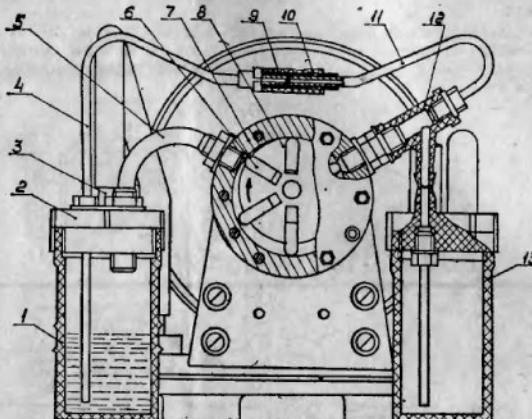

Рис. 3. Вакуум-насос.
4.1.3. Вакуум-насос (рис. 3) ротационного типа состоит из статора 7, ротора 8, в шести пазах которого находятся текстолитовые лопатки 6. Лопатки легко перемещаются в пазах и при вращении ротора прижимаются к внутренней поверхности статора.
Для смазки внутренней полости вакуум-насоса служит бачок 1 (см. рис. 3), масло из которого по трубке 4 и 11 поступает к тройнику 12, всасывается в полость насоса, смазывает его внутренние детали и выходит в бачок 1.
9.2.1. После каждого 6-ти часов работы аппарата: а) проверить наличие масла в системе смазки вакуум-насоса. Уровень масла в бачке I (см. рис. 3) должен быть между рисками, что соответствует 38...45 см³. Если уровень масла меньше нижнего предела, необходимо отвернуть бачок и залить него до нормы индустриальное масло И-8А ГОСТ 20799-75;
в) Засорение трубок 4 или 11 (см. рис. 3)	в) Прочистите и промойте трубы, после чего произведите их соединение, как указано в подразделе 9.2.1(б)